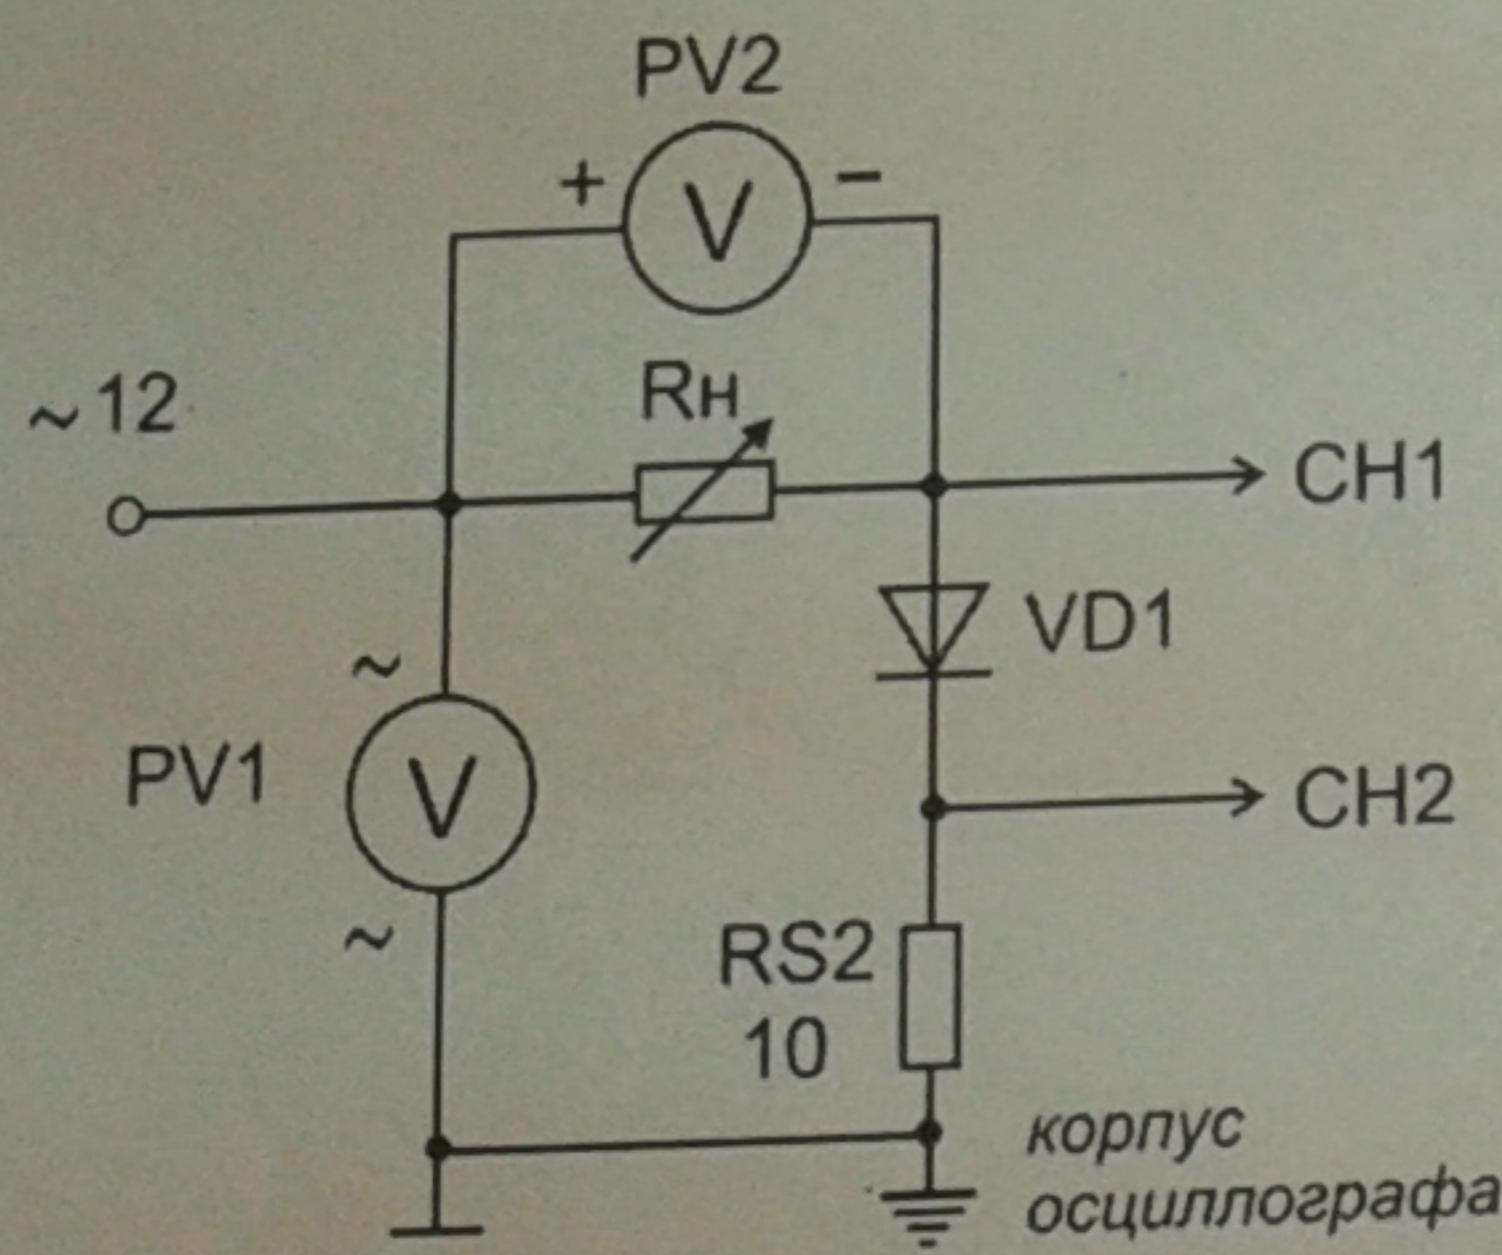

Рис. 1
- б) принципиальные электрические схемы для выполненных экспериментов в соответствии с мнемосхемой, показанной на рис. 1;
- собрать схему выпрямителя по рис. 1. В качестве вольтметров использовать: PV1 в режиме измерения переменного напряжения, PV2 в режиме измерения постоянного напряжения. Подключить входы осциллографа. Переключатель развертки осциллографа перевести на временную развертку. Установить синхронизацию от сети. На экране осциллографа Вы увидите осцилограммы анодного тока и напряжения на диоде;